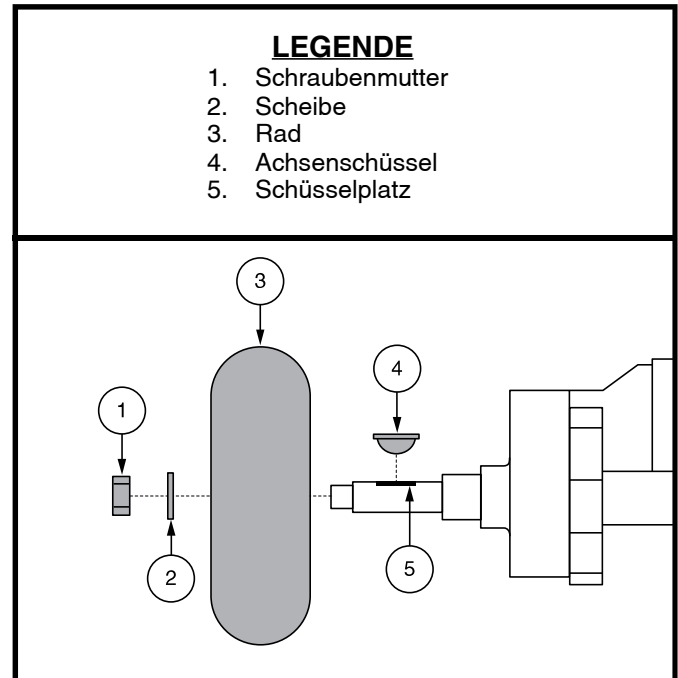

Abb. 21. Reifenradenthebung
3. Entfernen Sie die Schraubenmutter und Unterlegscheibe des Antriebsrades von der Radnabe. **Siehe Abb. 21.**